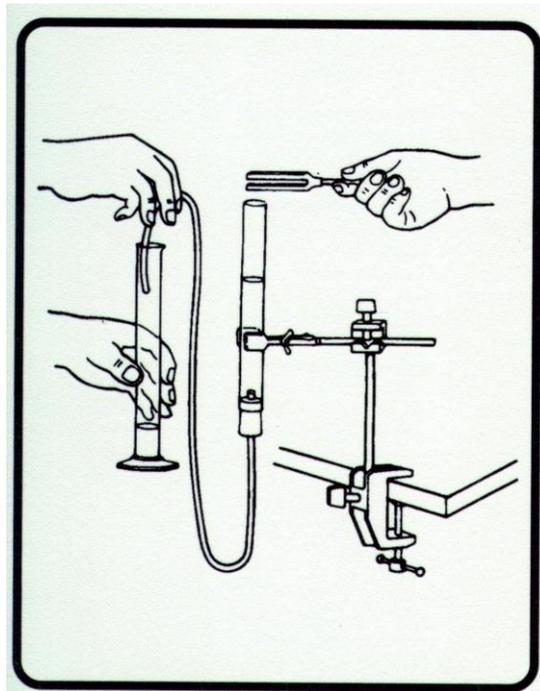

Figura 7.2
- 1.-Realice el montaje de la figura 7.2
10.-Con estos datos y aplicando la Ec.(2) se puede calcular la velocidad del sonido.